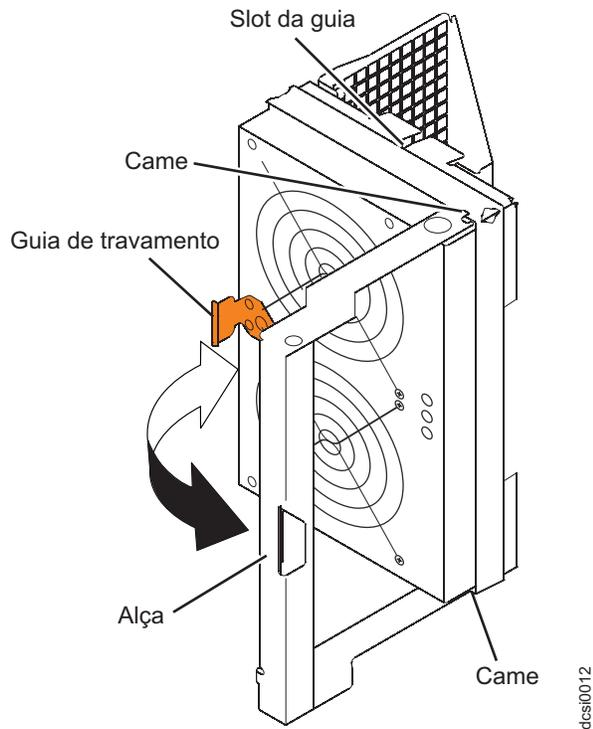

Figura 82. Removendo uma montagem de ventilador
- a. Na parte traseira do gabinete de expansão de armazenamento, remova a montagem de ventilador (consulte a Figura 82 na página 129) pressionando a guia de travamento que prende a alça da montagem de ventilador no local; em seguida, puxe a alça da montagem de ventilador em sua direção.